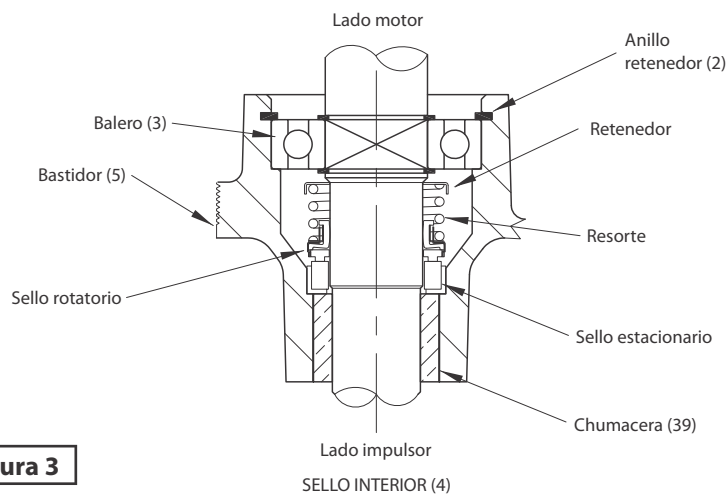

Figura 3
Examine todas las partes del sello, si las caras del sello muestran signos de desgaste, patrón de desgaste irregular, astillas o arañazos, reemplace el sello entero. **No intercambie componentes del sello, reemplace todo el sello (4) de la flecha.** Retire el anillo retenedor (6) de la flecha. Utilice una herramienta especial para remover el balero (3) de la flecha. Retire el balero inferior de la flecha (vea la figura 3).
Nada debe entrar en contacto con la cara del sello, con excepción de la herramienta de empuje del sello. Asegúrese de que el miembro estacionario esté derecho. Coloque el sello (4) anillo retenedor y resorte encima de la flecha hasta que se asiente en la flecha. Humedezca ligeramente con agua la flecha y la superficie interna del fuelle en el miembro rotatorio, con el extremo fuera del motor, deslice el miembro rotatorio en la flecha hasta que encaje el resorte. Asegúrese de que el resorte esté asentado en el anillo retenedor y el resorte alineado en el miembro rotatorio y no descansando en el fuelle (vea la figura 3).